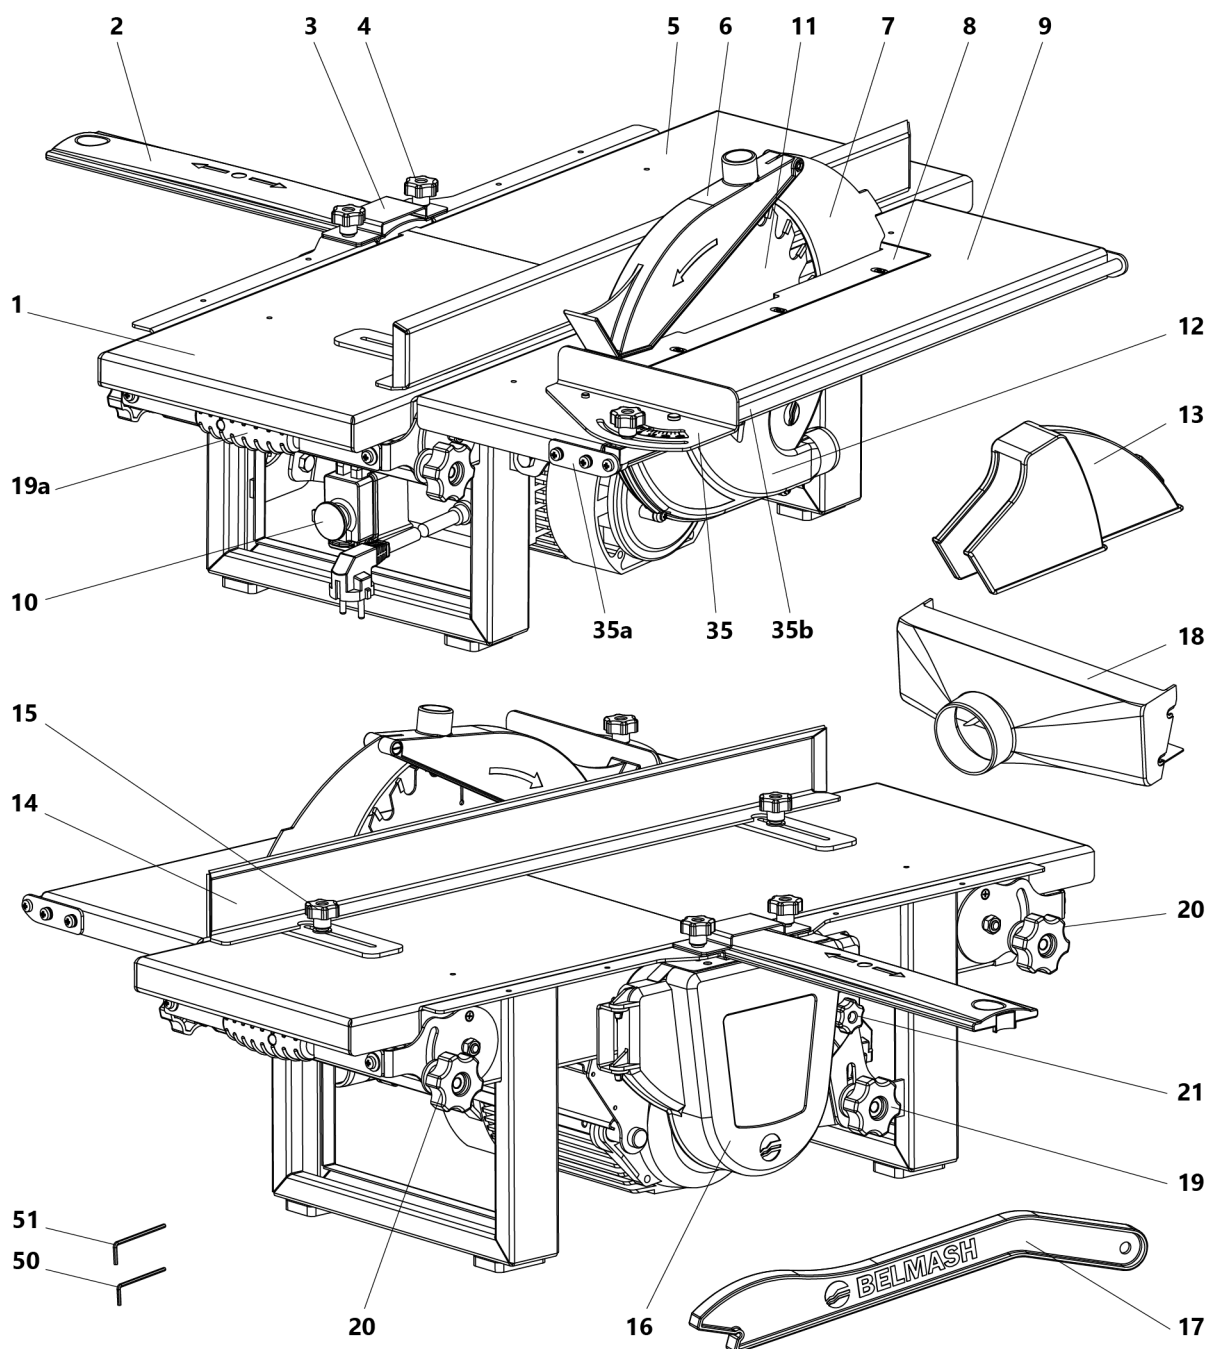

Рисунок 1. Общий вид станка
- пользуйтесь ограждением ножевого вала и кожухом 13 (рис.1) при выполнении операции строгания;
Выключатель 10 (рис. 1) станка имеет специальную защиту от непроизвольного включения.
- снять ограждение ножевого вала 2, планку 3 и винты-барашки 4 (рис.1);
- установить на пильный стол 9 планки 35а и зафиксировать винтами (рис. 1);
Приспособление 35 (рис. 1) имеет возможность поворота относительно пильного диска на оси, устанавливается и фиксируется как перпендикулярно резу пильного диска, так и под углом от -45° до $+45^\circ$. Установите необходимый угол распиловки, поворачивая приспособление 35 и фиксируя его винтом-барашком. Прижимая заготовку к приспособлению, перемещайте его по пильному столу 9 в сторону пильного диска равномерно и без рывков.